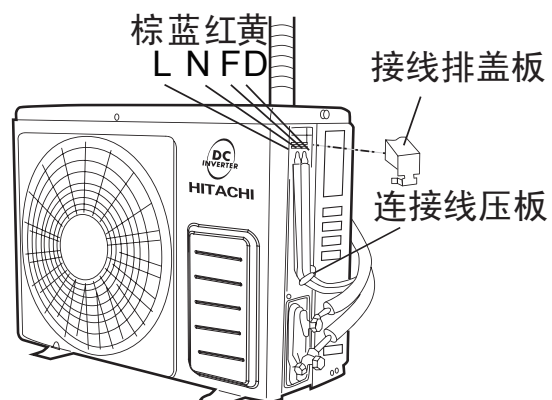

图22
- (1) 将接线排盖板取下。
- (2) 将连接电缆分别按图22正确的牢固连接。（紧固力矩为8~15kgf.cm）